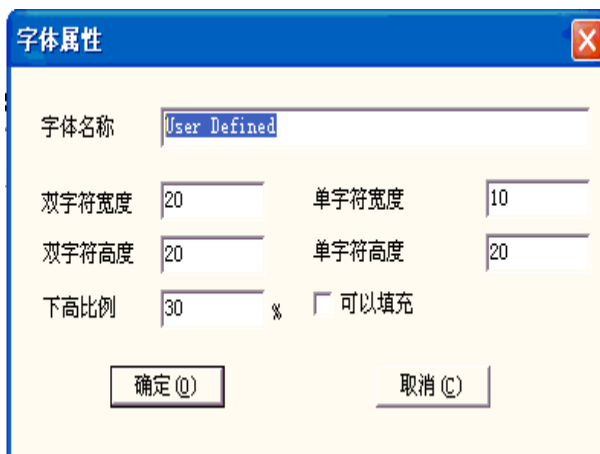

图 5-22 字体属性对话框
3. 按确定创建新的 jcztest.jsf 文件后，系统弹出如图 5-22 所示的字体